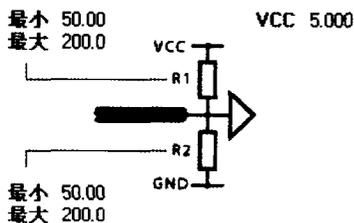

图 12-34 电源端与地端同时并阻补偿
- **【Parallel Res to VCC& GND】:** 电源端与地端同时并阻补偿, 如图 12-34 所示。该方式将电源端并阻补偿与接地端并阻补偿结合起来使用, 适用于 TTL 总线系统, 而对于 CMOS 总线系统则一般不建议使用